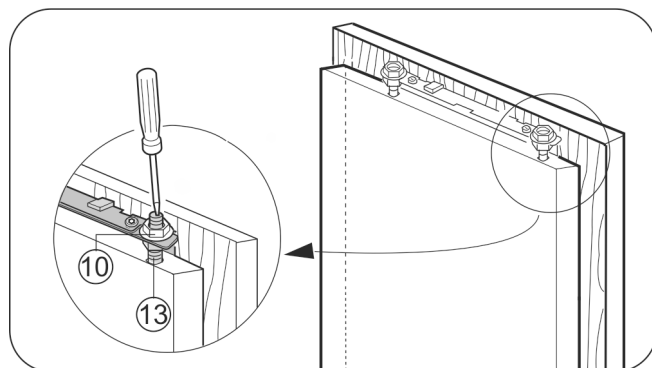

Fig. 30
- Kontermuttern Fig. 30 (10) mit dem einem Sechskantschlüssel 13 festziehen, dabei Justagebolzen Fig. 30 (13) mit einem Schraubendreher gegenhalten.